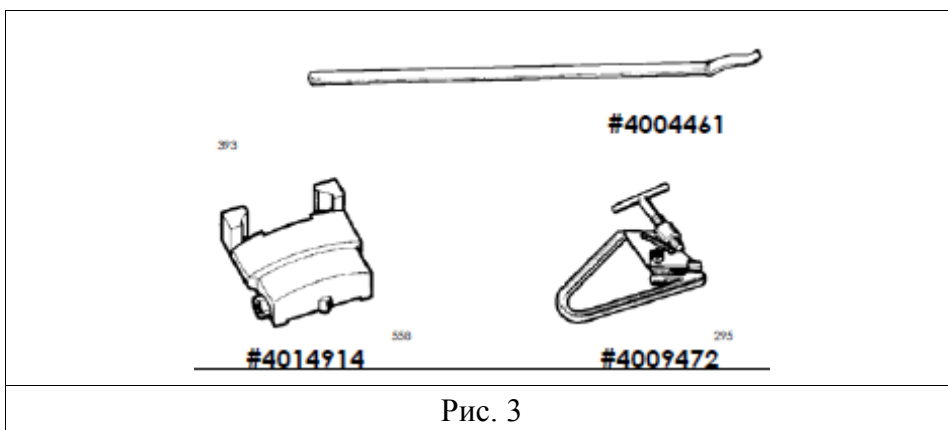
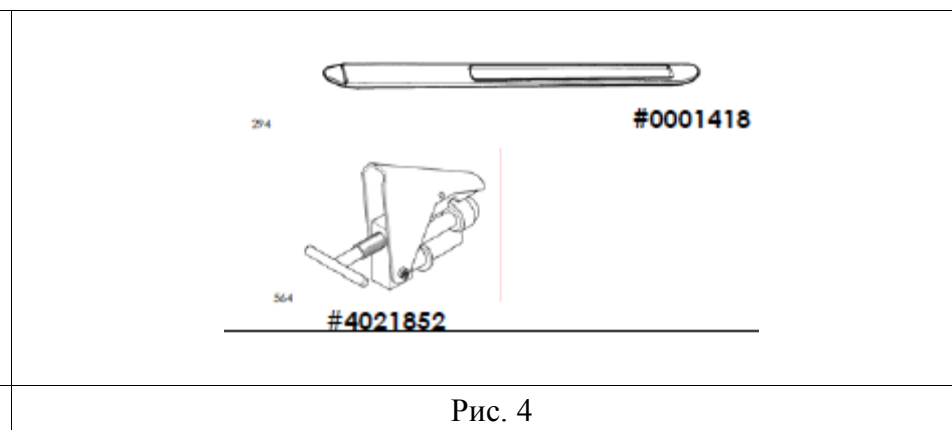

Рис. 3
Рис. 4
1.7 СТАНДАРТНЫЕ АКССУАРЫ (Рис.3)**#4004461** Длинная монтажка**#4014914** Защитный элемент для легкосплавных дисков**#4009472** Монтажный зажим: Для прижима борта при монтаже на стальной диск. Инструкции по использованию приведены в п. 5.3.**1.8 АКССУАРЫ ПО ТРЕБОВАНИЮ (Рис.4)****#0001418** Короткая монтажка**#4021852** Зажим для легкосплавных дисков: